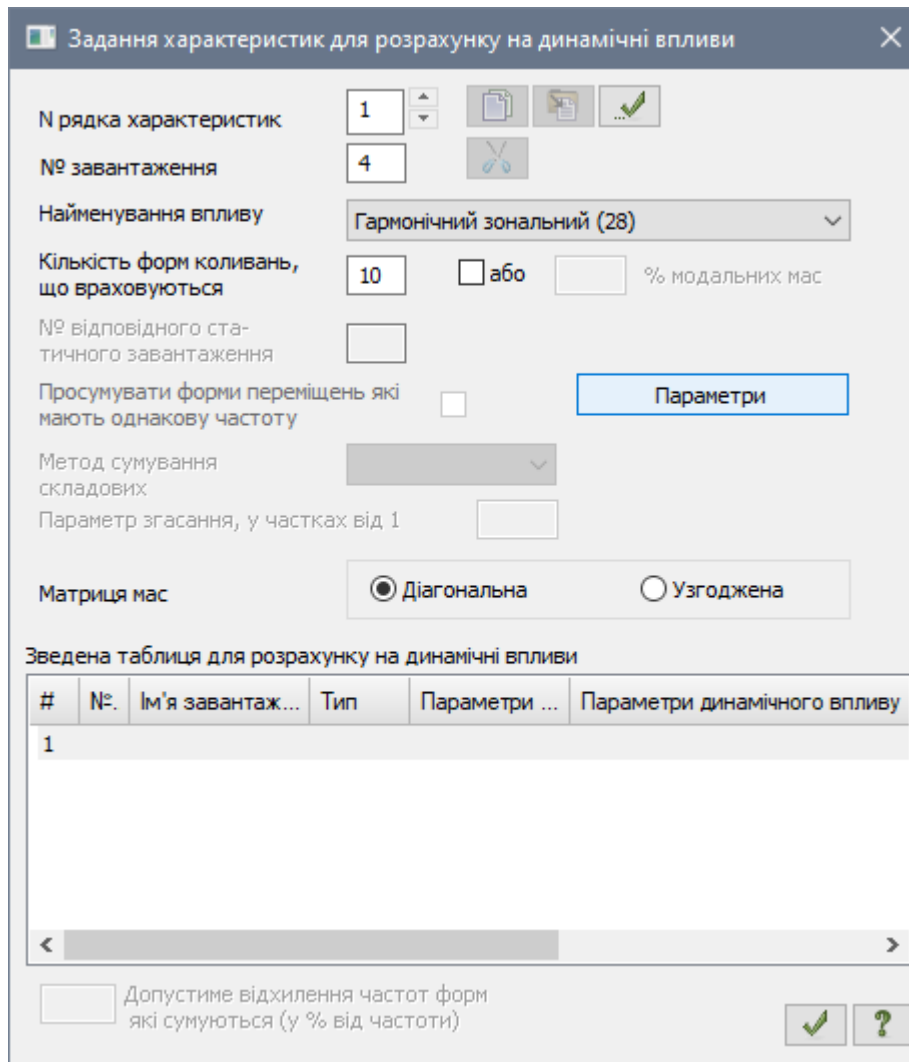

Рис. 3.26. Діалогове вікно Задання характеристик для розрахунку на динамічні впливи
- Натиснувши на кнопку  – **Таблиця динамічних завантажень** (панель **Динаміка** на вкладці **Розрахунок**) відкрийте діалогове вікно **Задання характеристик для розрахунку на динамічні впливи** (рис. 3.26).
- Найменування впливу – **Гармонічний зональний (28)**;
- В діалоговому вікні **Задання характеристик для розрахунку на динамічні впливи** (рис. 3.26) задайте:
- Найменування впливу – **Сейсмічний (ДБН В.1.1-12:2014) - (57)**;